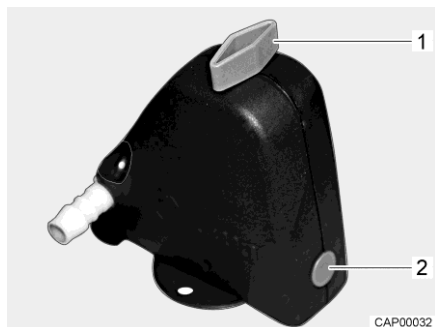
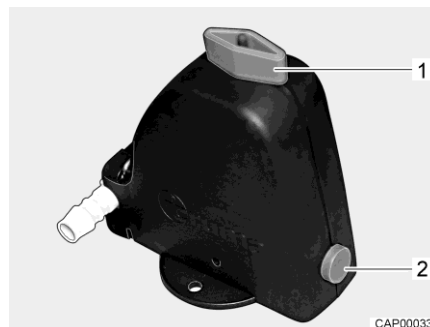

Bild 125 Säkerhets-/avtappningsventil stängd
Bild 126 Säkerhets-/avtappningsventil öppen
- Öppna säkerhets-/avtappningsventil (Bild 125). Vrid vredet (Bild 125,1) mot säkerhets-/avtappningsventilen. Tryckknappen (Bild 125,2) skjuts ut. Den öppna säkerhets-/avtappningsventilen visas i Bild 126.